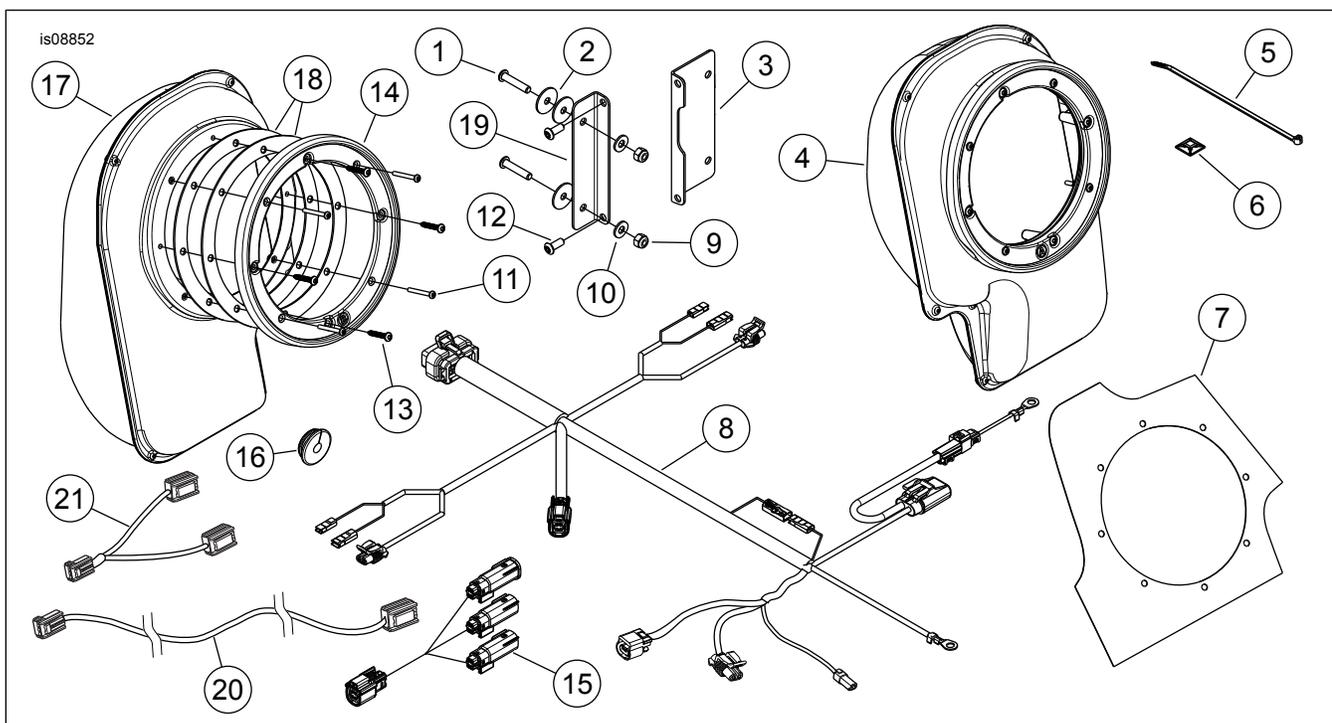

Рисунок 9. Запасные части, комплект для установки дополнительных динамиков
- См. Рисунок 9 . Установите одну прокладку (18) на внешнюю поверхность. Совместите отверстия.
- Положите окантовку (14) на прокладку и центрируйте отверстие. (Окантовка с левой стороны помечена буквой «А». Окантовка с правой стороны помечена буквой «В».) Поверните окантовку, чтобы буква находилась в нижней части.
- Пройдите сквозь центральное отверстие. Совместите отверстия в защитном корпусе, прокладке (18) и корпусе. Вставьте винт Plastite (13) через раззенкованное отверстие.
- а. **Конфигурация из 6 динамиков Stage I:** установите жгут проводов [296] прямо в 16-контактный жгут проводов (ранее установленный с помощью комплекта для установки усилителя в обтекатель), расположенный за пассажирским сиденьем. **Конфигурация из 6 динамиков Stage II:** установите 3-контактный соединительный жгут проводов (позиция 15, Рисунок 9) прямо в 16-контактный жгут проводов (ранее установленный с помощью комплекта для установки усилителя в обтекатель), расположенный за пассажирским сиденьем. Установите жгут проводов [296] в 3-контактное соединительное устройство.